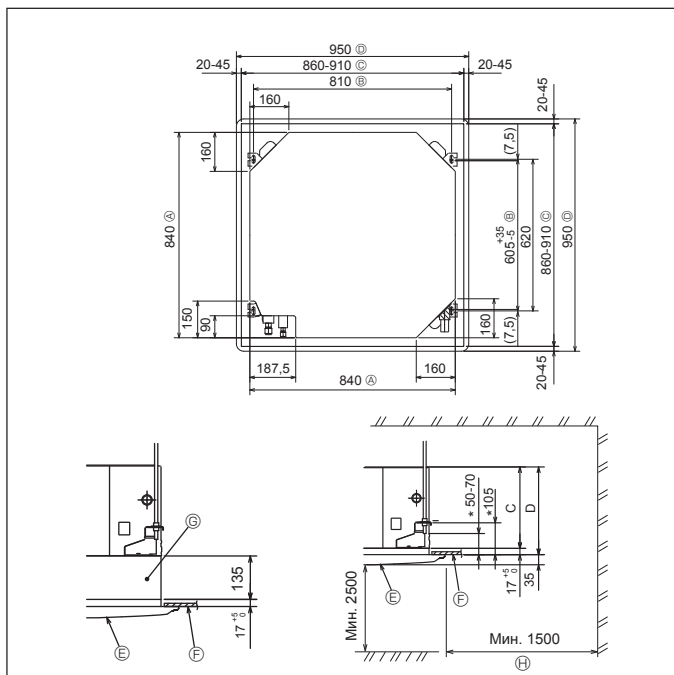

Fig. 2-2
2.2. Расположение отверстия в потолке и навесных болтов (Fig. 2-2)
* Размер потолочного отверстия можно регулировать в пределах, указанных на Fig. 2-2, таким образом, чтобы отцентровать главный прибор в потолочном отверстии, обеспечив одинаковые зазоры по всем соответствующим противоположным сторонам.